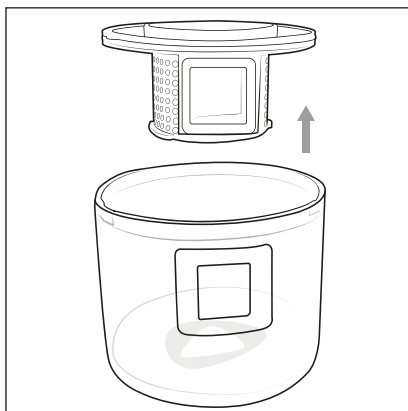

Fig. 6
- 3) Introdurre le dita nell'apertura del filtro della polvere **6** e tirarlo fuori dal contenitore della polvere **4** (fig. 6).